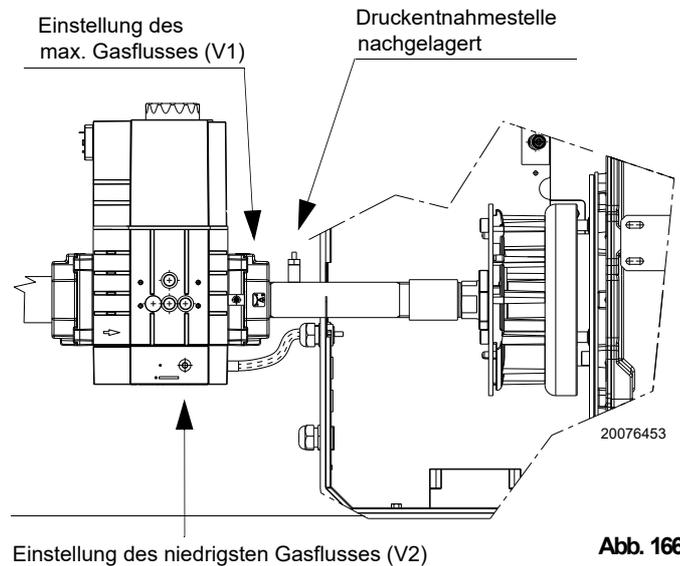

Abb. 166
Die Anzeigen der Phasenabfolge am Display blinken weiter um anzuzeigen, dass der Anfahrvorgang noch nicht beendet ist (Handbetrieb). Sollte die Zündung immer noch nicht stattfinden, könnte dies davon abhängen, dass das Gas nicht innerhalb der vorbestimmten Sicherheitszeit von 3 s den Flammkopf erreicht. Die Schraube V1 des Gasventils leicht Richtung "+" Zeichen drehen (Abb. 166 auf S. 51). Wenn der Brenner hingegen bei Ablauf der Sicherheitszeit zündet aber dann die Flamme erlischt, führt der Brenner eine Störschaltung durch und am Display erscheint **Loc:7** in Blinkschrift (Flamme bei laufendem Betrieb erloschen). "i/reset" drücken, am Display wird **400:Set** angezeigt. Durch mehrmaliges Drücken von "ESC" (gleichzeitiges Drücken der Tasten "+" und "-") den Handbetrieb verlassen. Am Display wird der Schriftzug **Loc:7** starr leuchtend angezeigt. Zum Entstören des Steuergeräts LME7 "i/reset" drücken. (Fehlercodeverzeichnis Tab. U auf S. 57).
- Die Schraube V1 in Richtung "+" Zeichen drehen (Abb. 166 auf S. 51).
- Falls möglich das Aussehen der Flamme oder den CO- und CO₂ Wert prüfen, um zu verstehen, ob der Brenner zufriedenstellend eingestellt ist (erste grundsätzliche Einstellung). Eventuell über die Schraube V2 das Gasventil regulieren (Richtung "+" Zeichen drehen, um den Gasfluss zu erhöhen, Richtung "-" Zeichen, um ihn zu verringern) (Abb. 166 auf S. 51).
- Falls möglich das Aussehen der Flamme oder den CO- und CO₂ Wert prüfen, um zu verstehen, ob der Brenner zufriedenstellend eingestellt ist (erste grundsätzliche Einstellung). Eventuell über die Schraube V1 das Gasventil regulieren (Richtung "+" Zeichen drehen, um den Gasfluss zu erhöhen, Richtung "-" Zeichen, um ihn zu verringern) (Abb. 166 auf S. 51).
- um den Gasdurchsatz und CO₂ zu erhöhen: die Schraube V1 Richtung "+" Zeichen drehen (Abb. 166);
- um den Gasdurchsatz und das CO₂ zu verringern: die Schraube V1 Richtung "-" Zeichen drehen (Abb. 166).